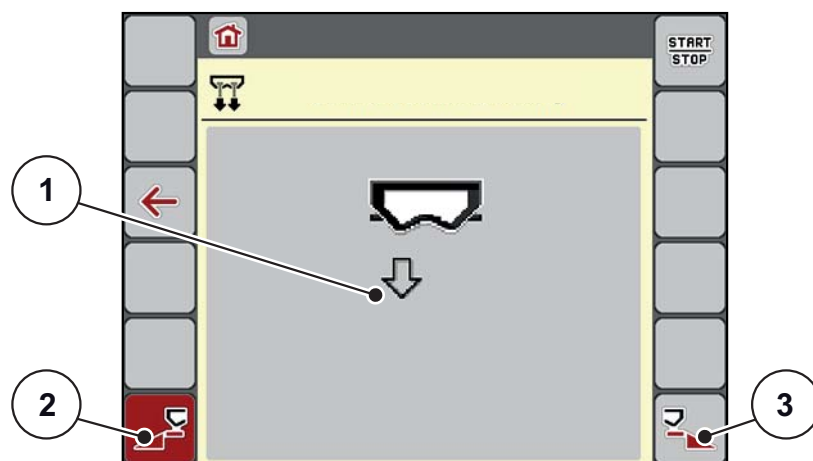

Figure 4.13 : Menu Vidage rapide
- ▷ L'écran affiche le tronçon souhaité avec un symbole (figure 4.13, position [2]).